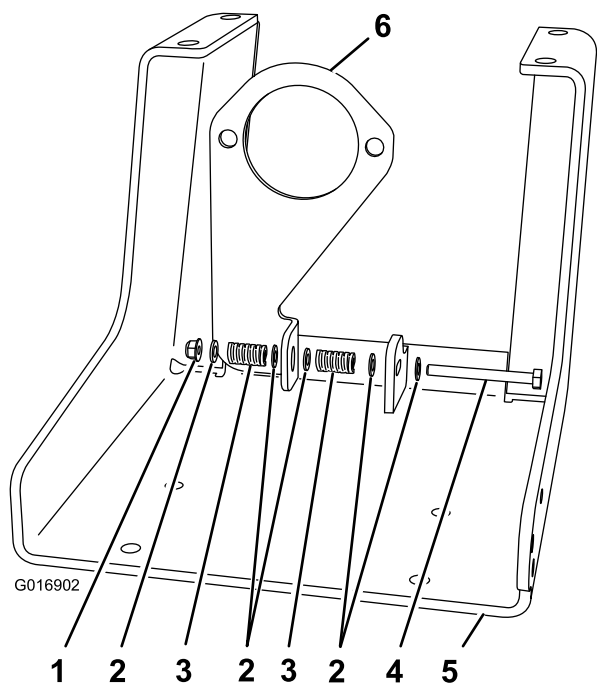

Figura 2
4. Coloque la arandela sobre el perno de amortiguación e introdúzcalos en el taladro de montaje del soporte de montaje de la bomba de pulverización (Figura 2).
5. Coloque las piezas siguientes en el perno de amortiguación en el orden indicado: una arandela (pieza N° 3256-23), un muelle (pieza N° 110-5331) y una arandela (pieza N° 3256-23) (Figura 2).
6. Introduzca el perno de amortiguación (junto con las piezas indicadas en el paso 5) en el taladro de la placa (Figura 2).
7. Coloque las piezas siguientes en el perno de amortiguación en el orden indicado: una arandela (pieza N° 3256-23), un muelle (pieza N° 110-8331) y una arandela (pieza N° 3256-23), y sujételas con una contratuerca (pieza n° 104-8300) (Figura 2).